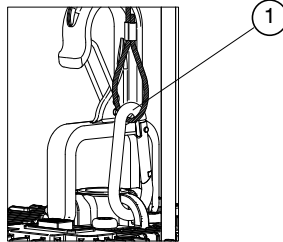

Figure 2
**1.2 Suspendre le luminaire avec la chaîne ou le câble** au crochet du luminaire de manière sécuritaire. Remarque : après avoir accroché la chaîne ou le câble, vérifier que l'agrafe à ressort du crochet est fermée. Une fois le luminaire suspendu, fixez le câble de sécurité (1) à l'ouverture sur le boîtier du pilote et fixez l'autre extrémité du câble à la structure permanente. (voir la figure 2)